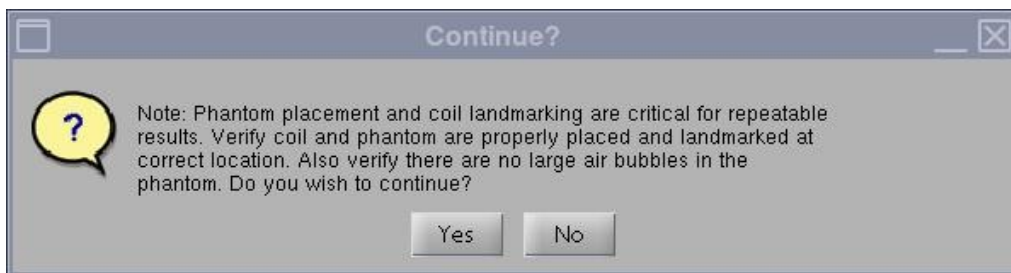

图 4
3. 启动时，将显示一条注释，说明“Phantom placement and coil landmarking are critical for repeatable results（模体放置和线圈标记对准对于可重复的结果至关重要）”。如果已正确设定标记，并且模体中没有气泡，则单击\Yes（是），继续。（图 4）。